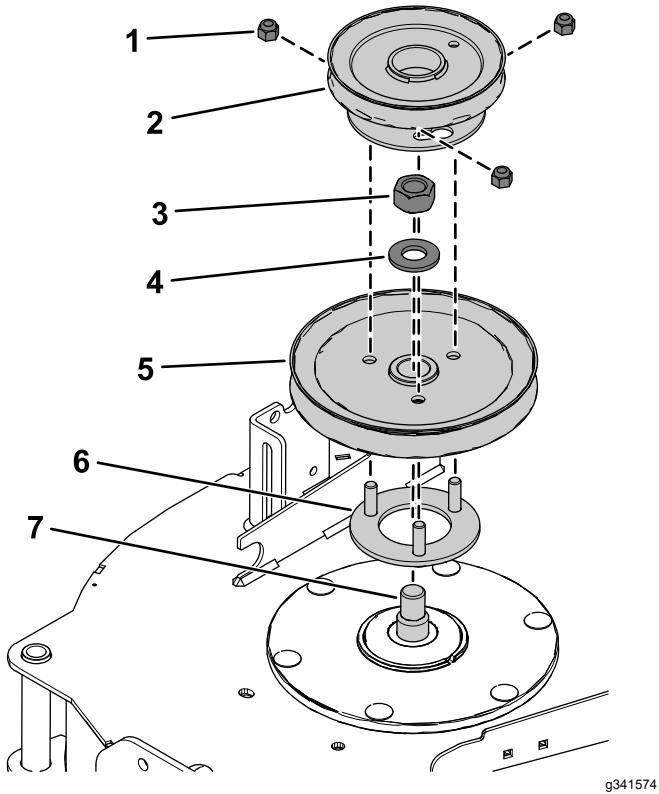

Figura 20
4. Inserte los espárragos roscados en el soporte de la polea a través de los orificios en la polea de la carcasa (Figura 20).
5. Sujete la polea de la carcasa al eje de la cuchilla usando la tuerca hexagonal ($\frac{3}{4}$ ") y la arandela que retiró anteriormente (Figura 20).
7. Coloque la polea del soplador en los espárragos roscados, e instale provisionalmente las 3 contratuerzas ($\frac{3}{8}$ "), como se muestra en la Figura 20.